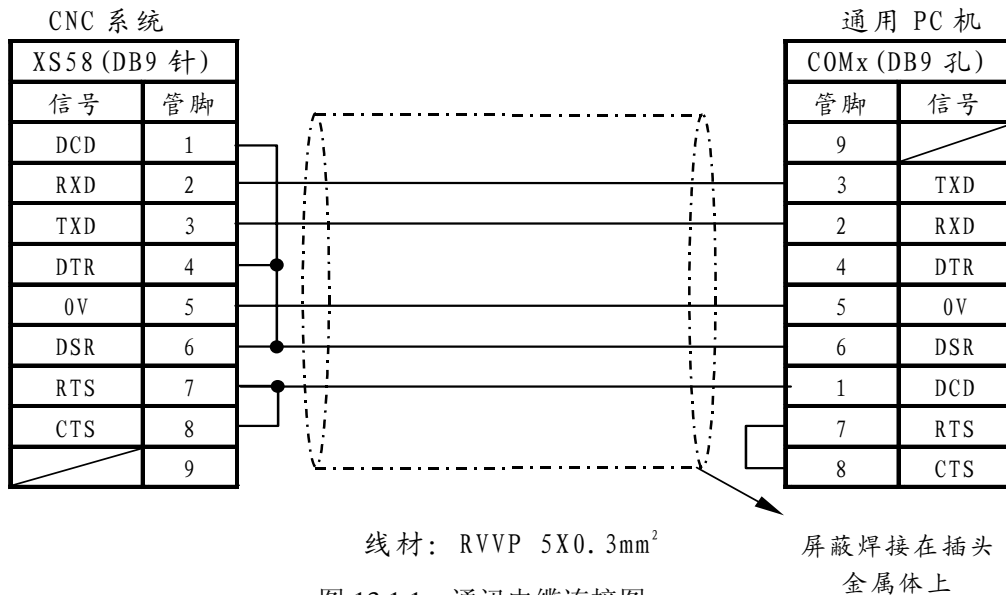

图 13.1.1 通讯电缆连接图
- (1) 通讯电缆的连接应在 PC 机和数控系统断电的情况下进行，否则，有可能烧坏通讯接口。
- (2) 通讯电缆为专用电缆，其接线见下图 13.1.1。